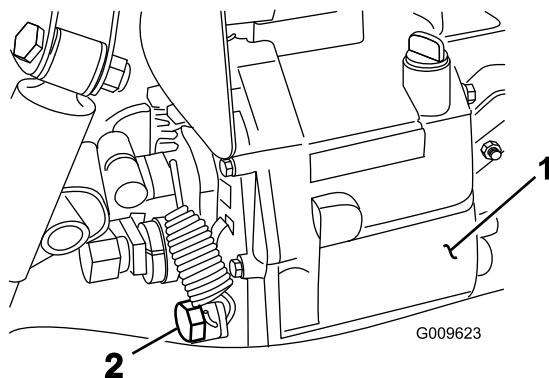

图66
2. 从液压油箱侧面取下排油塞让液压油流入放油盘 **图66**。